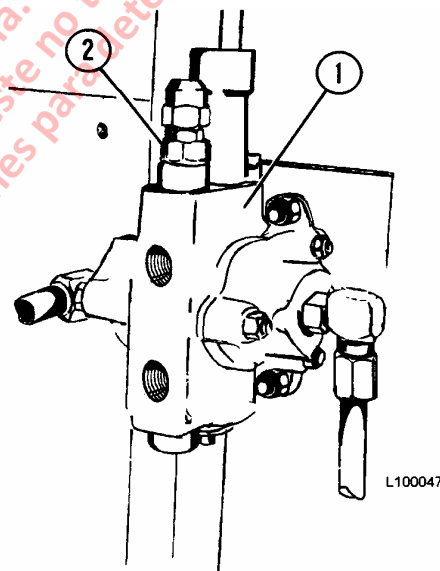

FIGURA 10-6. VALVULA DE ALIVIO DE DESCENSO
- a. Retire la tapa de la válvula de alivio de descenso (2, Figura 10-6).